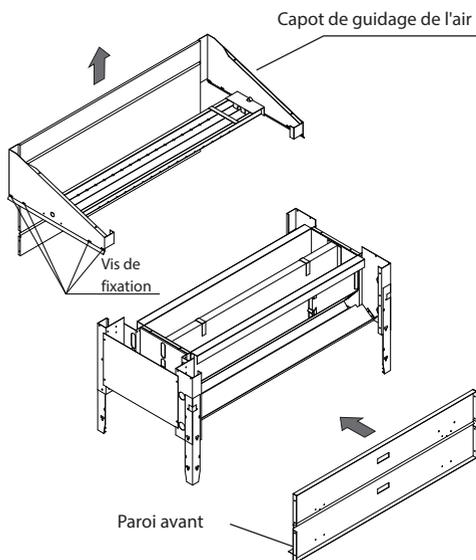

Fig. 3
- Retirer les 8 vis sur les côtés du capot de guidage de l'air (voir fig. 3)